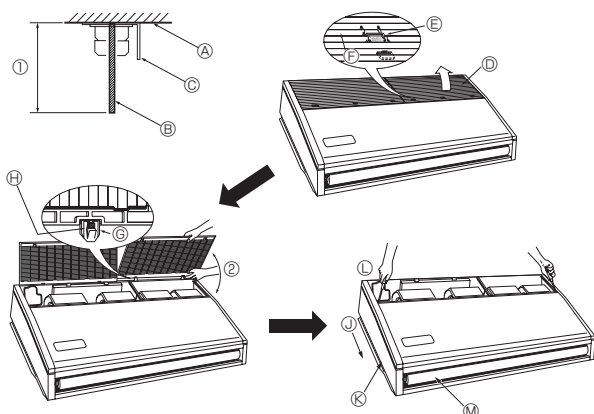

Fig. 3-4
3.2.4. Przygotowanie jednostki wewnętrznej (Fig. 3-4)